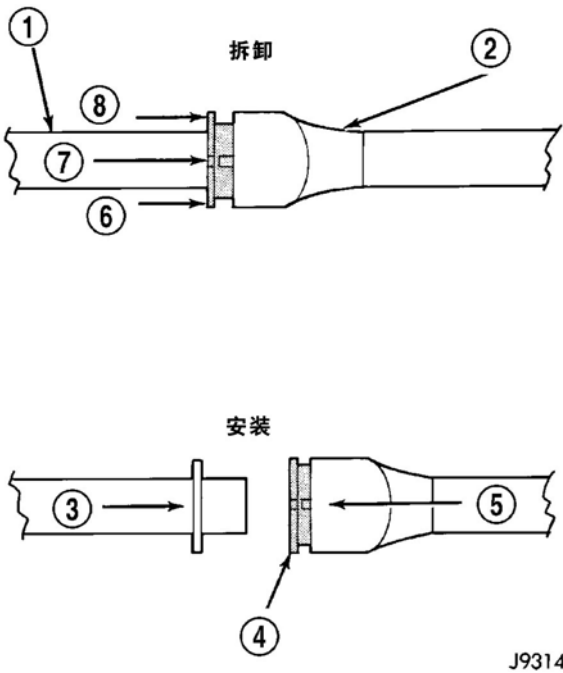

图 25 塑料固定环接头
这种接头可用圆型的塑料固定环来识别（图 25），固定环通常是黑色。
- （4）为了将燃油系统部件与快速连接接头分离，可以使劲地将接头推向需维修的部件，同时使劲地将塑料固定环推入接头内（图 25）。在压下塑料环的情况下，从部件上拉接头。